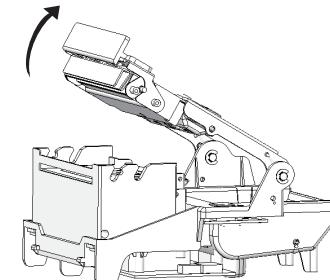

图11
- 2) 往后推压打印头翻盖（图11、12），打印头可自动弹起；用小棉签沾取酒精（不可有溢出液体）对打印发热线、测纸灯和黑标检测灯进行清洁（图36、37、），发热线需要清洁至有光泽才符合要求；